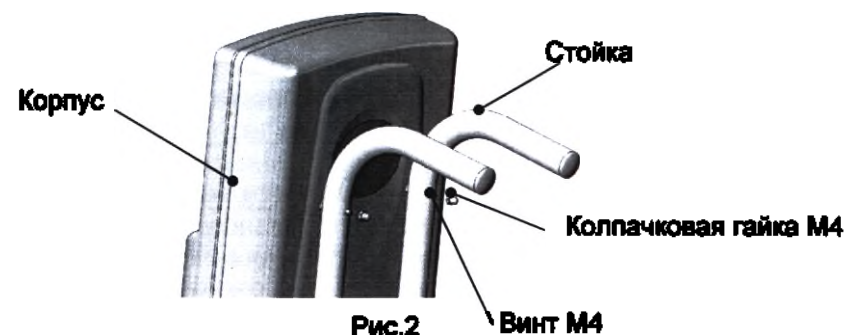

Рис.2
- 7.6 Рециркулятор передвижной «ДЕЗАР-КРОНТ»-802п установить на предварительно собранную передвижную опору: продеть выступающие из корпуса винты М4 сквозь стойки через ответные отверстия и затянуть колпачковые гайки М4 (рис.2). Схема сборки передвижной опоры представлена в Приложении 2.